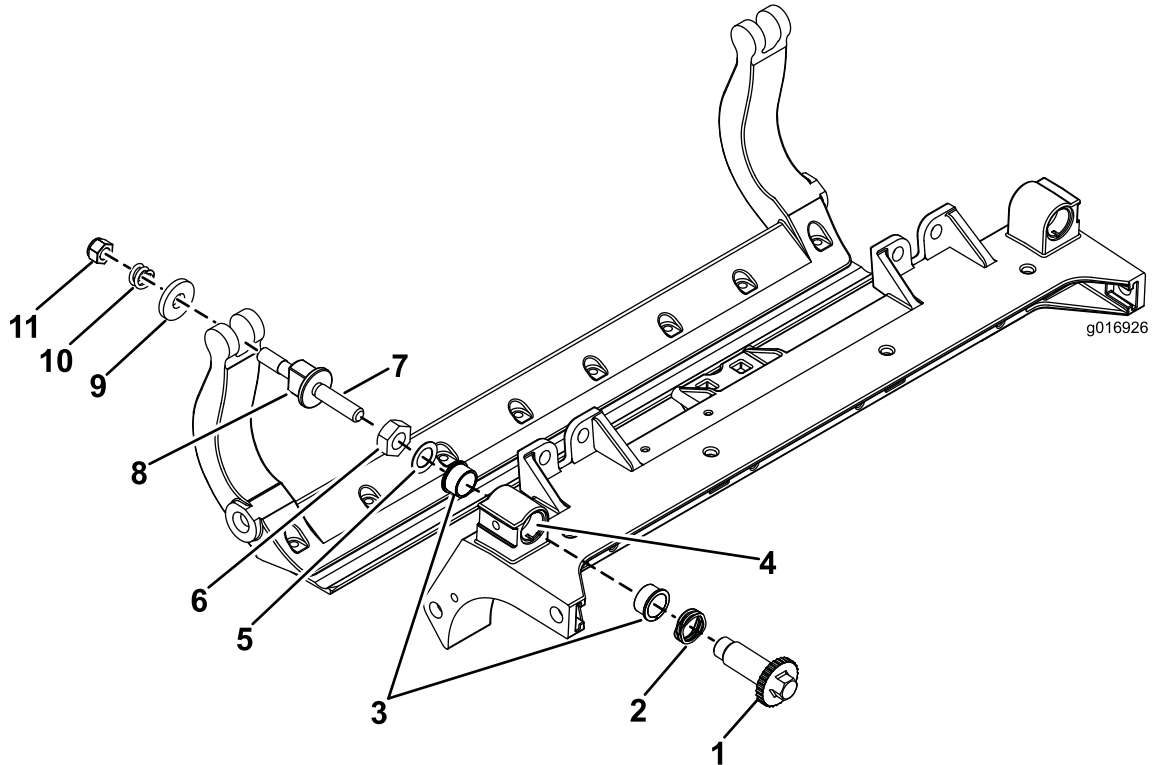

Figura 35
1. Rimuovete tutti i componenti (fate riferimento alle *Istruzioni per l'installazione* del kit DPA HD e a Figura 35).
2. Applicate del lubrificante antigrippaggio all'interno dell'elemento in cui vanno montate le boccole, sul telaio centrale dell'apparato di taglio (Figura 35).
3. Allineate le chiavette sulle boccole flangiate alle scanalature sul telaio e montate le boccole (Figura 35).
4. Montate una rondella ondulata sull'albero del dispositivo di regolazione e inserite l'albero all'interno delle boccole flangiate sul telaio dell'apparato di taglio (Figura 35).
5. Fissate l'albero del dispositivo di regolazione con una rondella piana e un dado di bloccaggio (Figura 35).
12. Posizionate una rondella in acciaio all'esterno di ciascuna rondella in nylon (Figura 35).
Nota: Le rondelle all'interno possono avere un gioco (Figura 35).
15. Serrate il dado su ciascun gruppo di regolazione della barra di appoggio fino a comprimere completamente la molla di compressione, quindi allentate il dado di ½ giro (Figura 35).